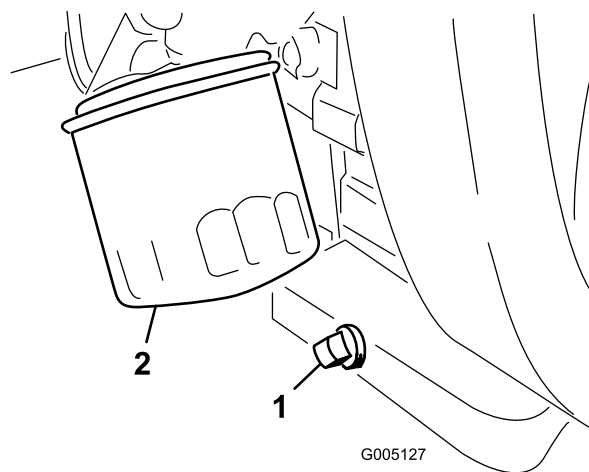

Figura 34
1. Retire o tampão de escoamento (Figura 34) e deixe o óleo escorrer para um recipiente adequado. Quando o óleo parar, volte a montar o tampão de escoamento.
2. Retire o filtro do óleo (Figura 34). Aplique uma leve camada de óleo limpo na gaxeta do novo filtro.